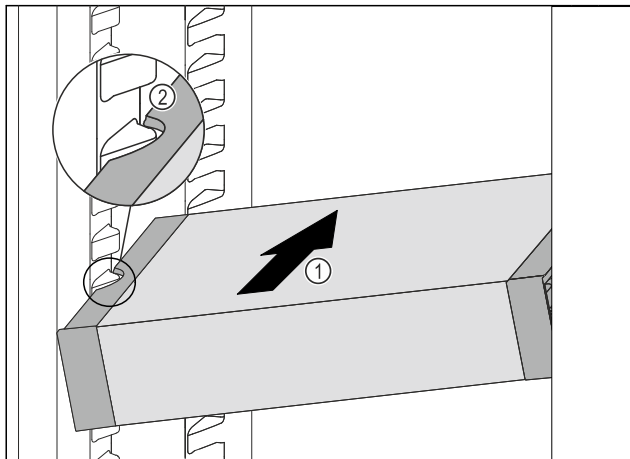

Fig. 96
- Împingeți VarioSafe oblic în frigider Fig. 96 (1), până când degajările laterale Fig. 96 (2) ale VarioSafese află la înălțimea nervurii recipientului din frigider.